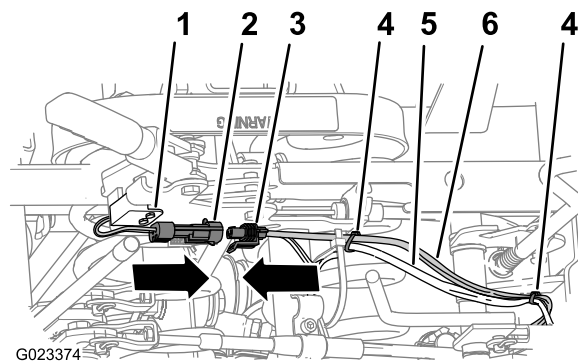

Figura 29
1. Encaminhe o troço de cablagem do kit com o conector de 2 pinos para a frente para o interruptor do travão de estacionamento (Figura 29) que instalou em 5 Instalação do interruptor do travão de estacionamento \(página 7\).
2. Ligue o conector de 2 pinos da cablagem do kit ao conector de 2 pinos da cablagem do interruptor do travão de estacionamento (Figura 29).
3. Prenda a cablagem do kit à cablagem principal traseira nos 2 locais mostrados em Figura 29.